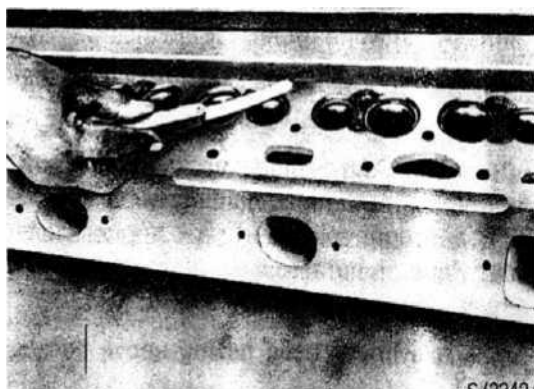

РИС. 70
- 1) Проверьте плоскость разъёма головки блока цилиндров на плоскостность лекальной линейкой и щупом (рис. 70).